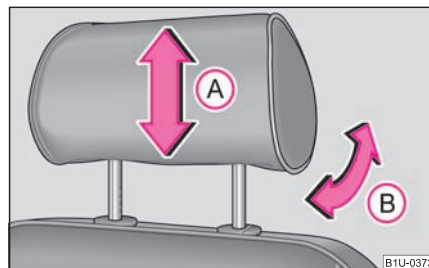

Fig. 57 Tetierele: reglarea
- Cuprindeți tetiera cu ambele mâini de părțile laterale și împingeți în sensul indicat de săgeată (A) ⇒ pagina 59, fig. 57 în sus sau în jos.
- Tetierele se pot regla prin înclinare în sensul săgeții (B) ⇒ pagina 59, fig. 57, pentru a corespunde poziției capului. Prin reglarea tetierei se mărește confortul în timpul deplasării.